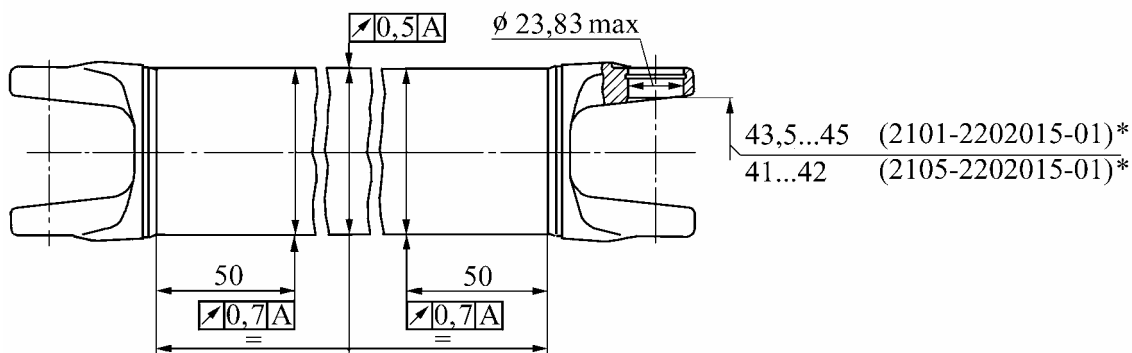

Рис.19. Вал карданный задний 2101/2105-2201015-01.
6.2.2 Вал карданный задний 2101/2105-2201015-01, рис.19.
Валы карданные задние 2101 и 2105 отличаются размерами вилки. Отличия показаны на рис.19.